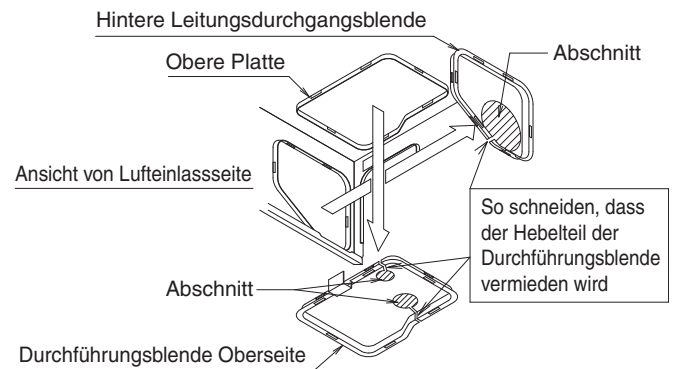
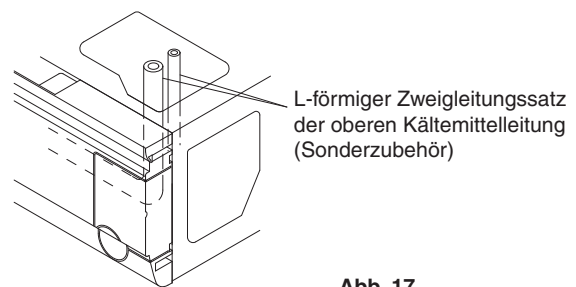
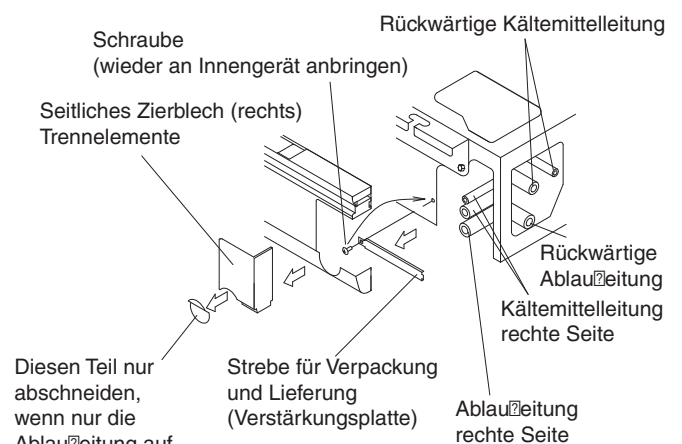
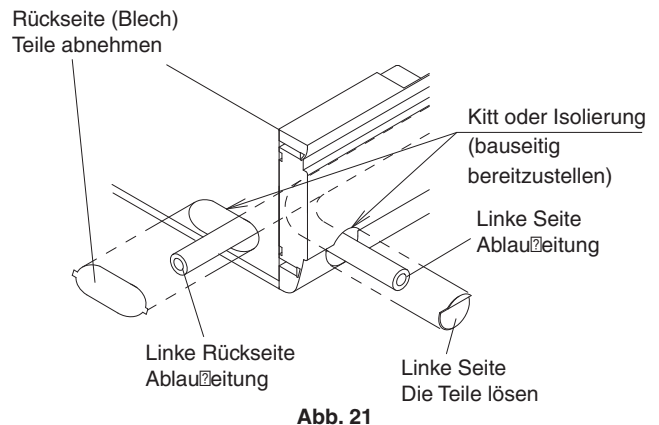

Abb. 16
Abb. 17
Abb. 18
Abb. 21
- Entfernen Sie die Strebe für Verpackung und Lieferung (Verstärkungsplatte), bevor Sie an Kältemittelleitungen arbeiten. (Siehe Abb. 18)
(1) Rückseitige Rohre
- Entfernen Sie die hintere Durchlassabdeckung und schließen Sie die Leitungen an. **(Siehe Abb. 16 und 18)**
(2) Rückseitige Rohre
- Entfernen Sie die obere Durchführungsblende und stellen Sie den Leitungsanschluss mit Hilfe des Leitungssatzes für L-förmige Verbindungen (optionales Zubehör) her. **(Siehe Abb. 16 und Abb. 17)**
(3) Rohrleitungen der rechten Seite
- Entfernen Sie die Strebe für Verpackung und Lieferung (Verstärkungsplatte) an der rechten Seite und bringen Sie die Schraube wieder an der ursprünglichen Position am Gerät an. **(Siehe Abb. 18)**
- Öffnen Sie das Ausbrechloch an der seitlichen Zierblende (rechts) und schließen Sie die Leitungen an. **(Siehe Abb. 18)**
- Schneiden Sie nach dem Anschließen der Leitungen die zuvor entfernte Durchlassöffnung entlang der Form der Rohrleitungen ab und führen Sie die Installation durch. Bringen Sie auch für die zuvor entfernte Durchführungsblende der Oberseite den Swing Blade-Motor und die Thermistorleitung durch die Schelle an der Durchführungsblende der Oberseite an und befestigen sie diese. **(Siehe Abb. 16 und 19)**
(1) Führen Sie die Ablaufleitungen aus.
- Ablaufleitungen können aus den folgenden Richtungen angeschlossen werden: Für rechts hinten/rechts siehe **Abb. 18** unter "6. KÄLTEMITTELEITUNGSARBEITEN", und für links hinten/links siehe **Abb. 21**.